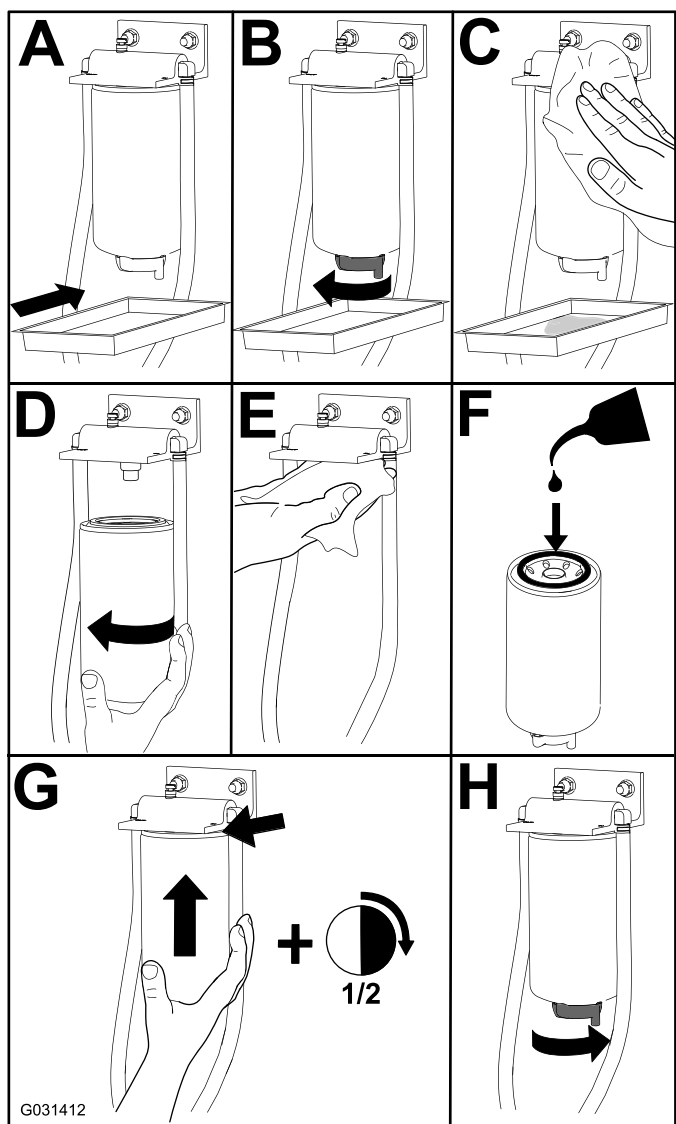

Figura 84
1. Sostituite il filtro come illustrato nella Figura 84.